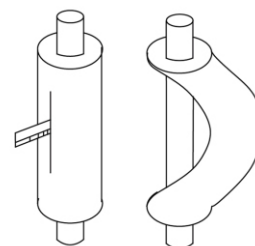

Fig. 14
- (2) Ne cintrerez pas le tuyau à plus de 90°.
- (3) Si le tuyau est cintré ou tordu de manière répétée, il durcira et deviendra difficile à cintrer et à tordre de nouveau. Évitez donc de cintrer ou tordre le tuyau plus de 3 fois.
- (4) Si le cintrage direct risque de former des cassures sur le tuyau, utilisez d'abord un cutter pour couper la couche d'isolant, comme indiqué sur la Fig.14. Ne cintrerez pas le tuyau tant qu'il n'est pas dénudé. Une fois le cintrage réalisé, enroulez le tuyau d'une couche d'isolant et assurez-la avec du ruban adhésif.